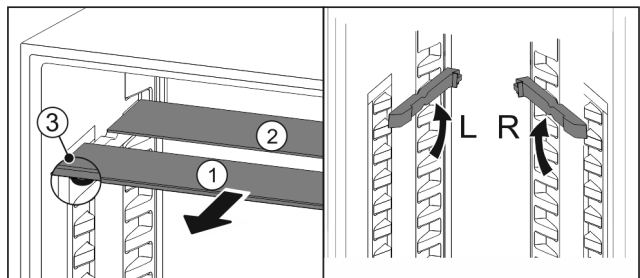

Fig. 83
- ▶ Glasplaten afzonderlijk vanaf de voorkant eruit trekken Fig. 83 (1).
- ▷ Glasplaat Fig. 83 (1) met sierlijst ligt voor.
- ▷ Stops Fig. 83 (3) zijn naar onder gericht.